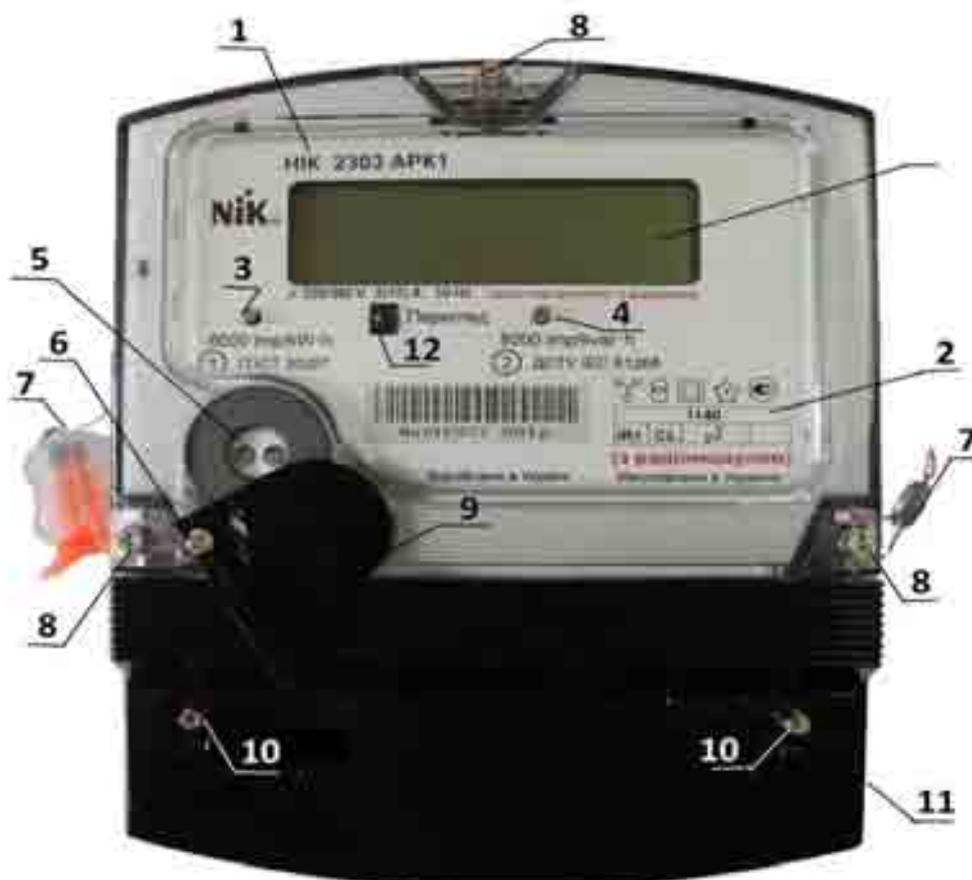

Рисунок 1.1
1.3.1 Внешний вид счетчика и расположение управляемых элементов представлены на рис.1.1. Для примера взят счетчик НИК 2303 АРК1 1140
1.4.5 На лицевой панели счетчиков расположена оптическая кнопка "Перегляд" (рис. 1.1), предназначенная для переключения измеренных и вычисленных величин (далее по тексту окон), которые отображаются на ЖКИ. Срабатывание кнопки происходит при прикосновении пальца руки к пластику над кнопкой, и сопровождается подачей звукового сигнала от внутреннего динамика счетчиков. Звуковой сигнал может быть отключен при параметризации.